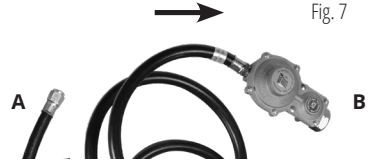

Fig. 7
3. Collegare il tubo GPL all'ingresso GPL (collegare l'estremità **A** del tubo all'ingresso GPL, come mostrato in Fig. 7).
4. Collegare l'estremità del tubo con il riduttore alla bombola del gas (collegare l'estremità **B** del tubo alla bombola, come mostrato in Fig. 7).
6. Premere la valvola di scarico della pressione sul riduttore 2-3 volte (vedi Fig. 7).